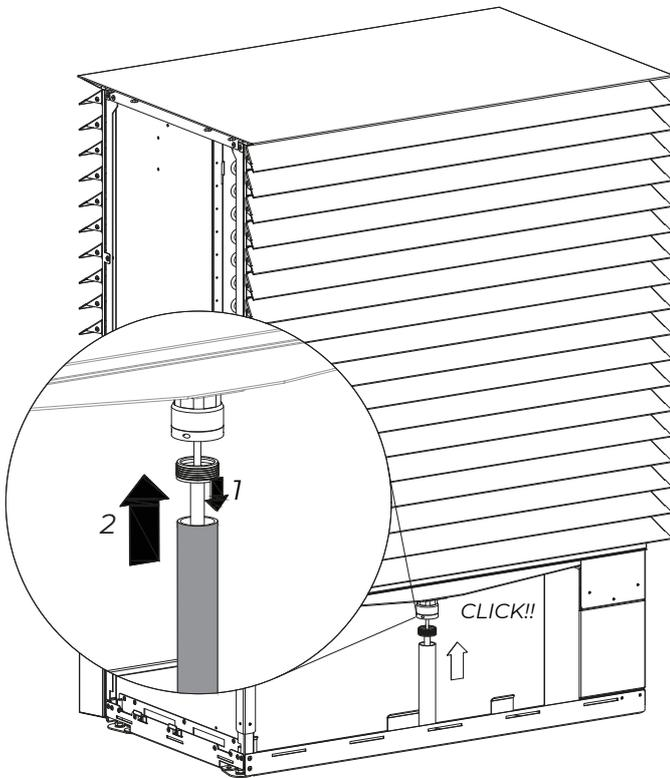

Bild 10: Anschluss des Rohrs für den Ablauf des Wasserkondensats
Bringen Sie die Dichtung auf das Rohr an (1) und setzen Sie diese in den Anschluss auf dem Kasten ein (2). Achten Sie darauf, dass Sie das Rohr bis zum Ende in den Anschluss schieben. Dann führen Sie das Rohr in den vorbereiteten Abfluss von Ø50, der bis zum Sickerwasser oder der Meteorkanalisation führt (Bild 10).